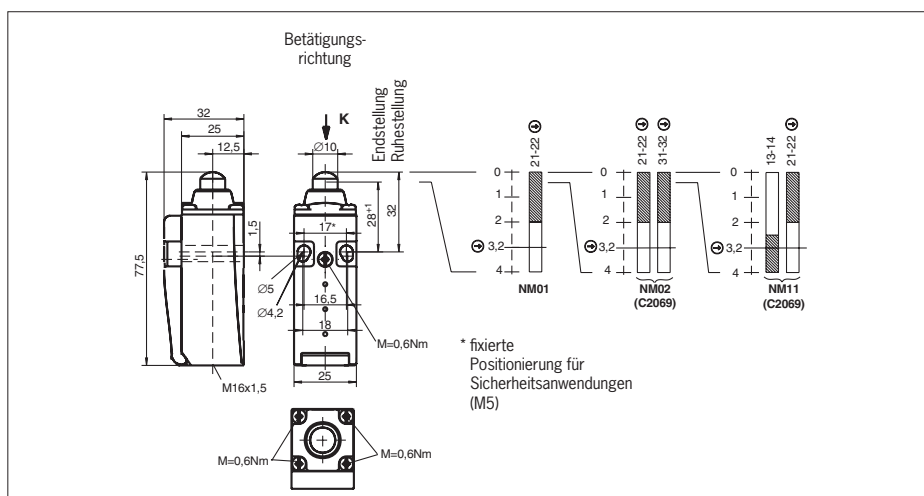
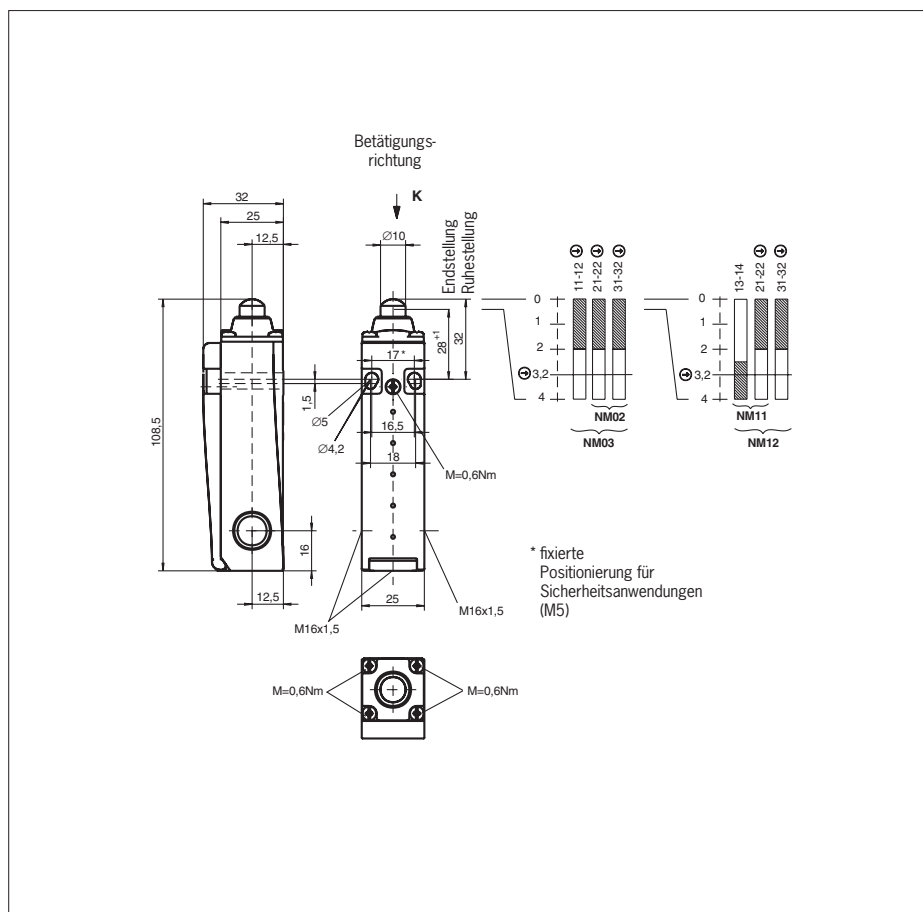

Bild 3: Maßzeichnung und Schaltwegdiagramme NM01WO / NM..WO..C2069
Bild 6: Maßzeichnung und Schaltwegdiagramme NM11WO / NM02WO / NM12WO / NM03WO
- ▶ **The following applies to NM..WO:** The maximum actuating dimension for the safety switches is 28 mm (see Fig. 3 and Fig. 6)